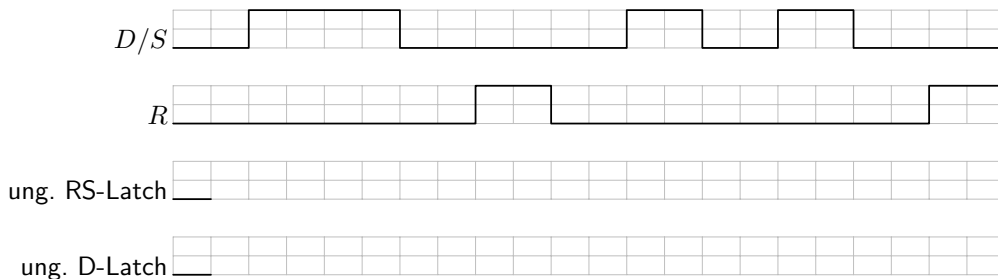

Abbildung 3.1: Vervollständigen Sie das Timing-Diagramm der ungetakteten Latches.
Bauen Sie ein ungetaktetes RS-Latch und ein ungetaktetes D-Latch nach Abbildung 1 aus NOR und NOT Gattern auf. Verwenden Sie zwei Schalter im Bereich (B) des *Digital-Boards* zur Erzeugung der Signale D/S und R und verbinden Sie die positiven Ausgänge Q mit den LEDs im Bereich (G). Versuchen Sie, die in Abbildung 3.1 dargestellte Signalfolge nachzuvollziehen und ergänzen Sie die Ausgangssignale Q der Latches. Die Verzögerungen durch Gatterlaufzeiten müssen nicht berücksichtigt werden. Das Timing ist ebenfalls nicht relevant, solange die vorgegebene Abfolge der Signale eingehalten wird.